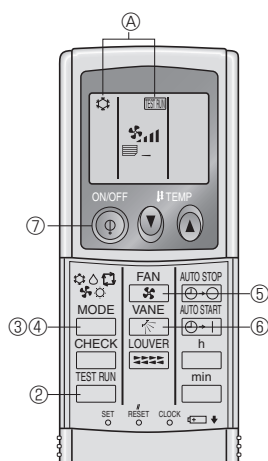

Fig. 7-5
7.2.2. Uso del comando a distanza senza filo (Fig. 7-5)
① Attivare l'alimentazione almeno 12 ore prima della prova di funzionamento.
② Premere due volte continuamente il pulsante [TEST RUN].